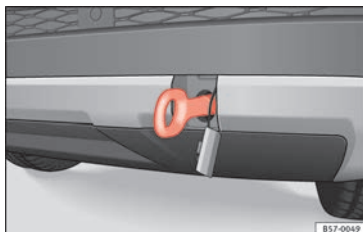

Fig. 100 En el lado derecho del paragolpes trasero: argolla de remolque enroscada.
» **fig. 100** » **❶**. Utilice un objeto adecuado con el que pueda enroscar completa y firmemente la argolla de remolque en su alojamiento.
❶ CUIDADO